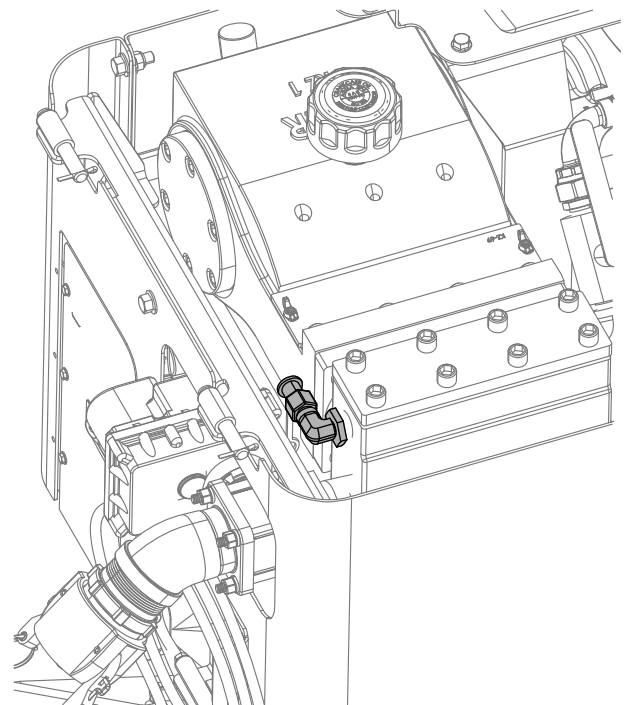

Bild 123
5. Verbinden Sie den Sprühschlauch mit dem Anschluss (Bild 123).